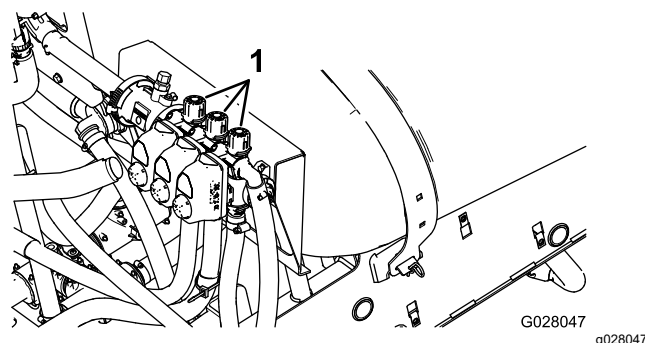

Figure 21
2. Coupez la section gauche et tournez le bouton de dérivation de section (Figure 21) jusqu'à ce que la pression indiquée corresponde à celle réglée précédemment (généralement 2,75 bar ou 40 psi).
4. Tournez le bouton de dérivation de la section droite (Figure 21) jusqu'à ce que la pression indiquée corresponde à celle réglée précédemment (généralement 2,75 bar ou 40 psi).
6. Tournez le bouton de dérivation de la section centrale (Figure 21) jusqu'à ce que la pression indiquée corresponde à celle réglée précédemment (généralement 2,75 bar ou 40 psi).